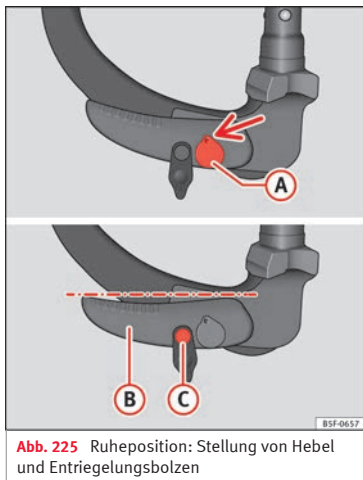

Abb. 225 Ruheposition: Stellung von Hebel und Entriegelungsbolzen
- Der Schlüssel (A) » Abb. 225 befindet sich in entriegelter Position (der gelochte Teil des Schlüssels zeigt nach oben).
- Der Hebel (B) » Abb. 225 befindet sich in der unteren Position.
- Der Entriegelungsbolzen (C) kann bewegt werden » Abb. 225.